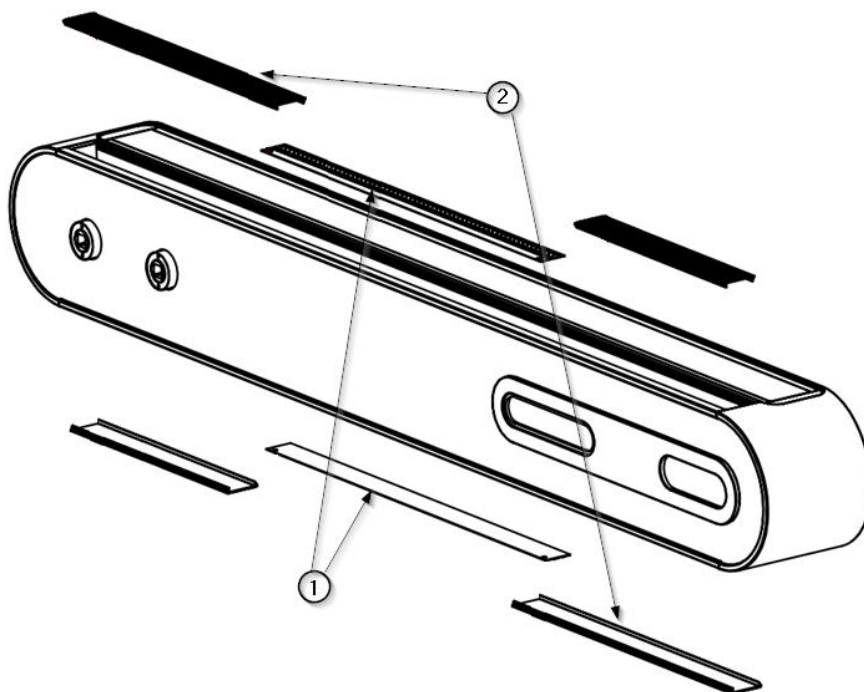

Fig. 1 Démontage des diffuseurs et des couvercles supérieur et inférieur
- À l'aide d'un outil à bec plat, retirez les diffuseurs de lumière ① comme indiqué dans la figure 1, en veillant à ne pas rayer la peinture des couvercles supérieur et inférieur ②.
- À l'aide d'un outil à bec plat, retirez les couvercles supérieur et inférieur de ②, comme indiqué dans la figure 1, en prenant soin de ne pas rayer d'autres parties du boîtier et laissez-les en lieu sûr.
- Remplacez les couvercles supérieur et inférieur ② sur l'appareil en les poussant en position et en les appuyant l'un sur l'autre jusqu'à ce que vous entendiez le son de l'écrêtage.